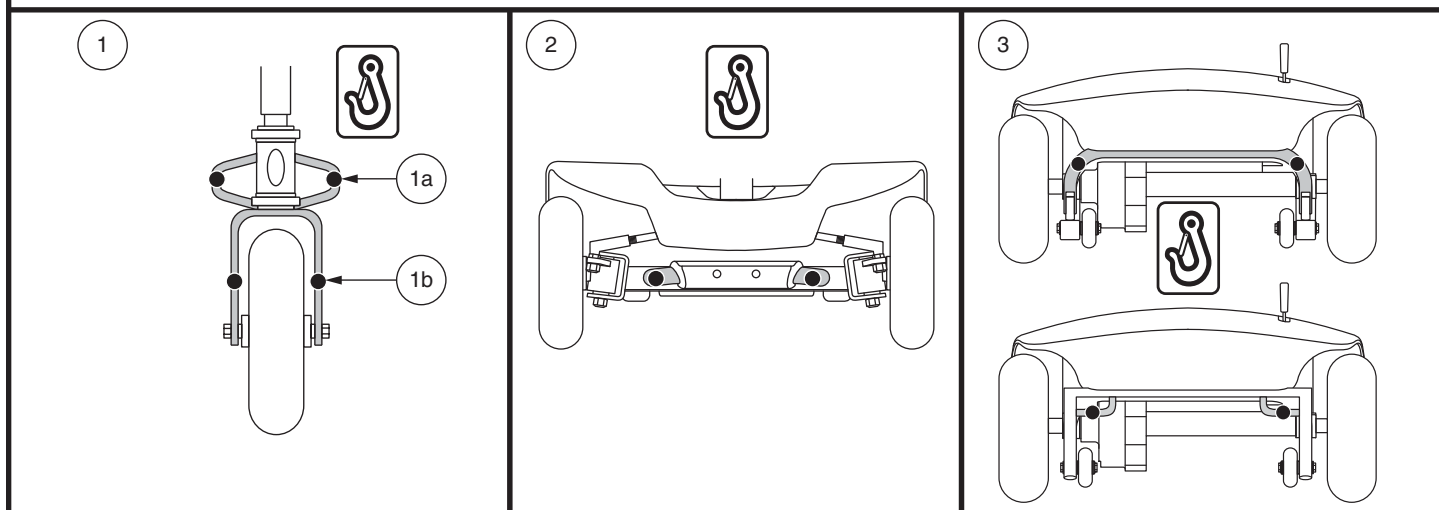

Figure 10. Points d'ancrage (Identifié avec des points noirs)
Le Travel Scooter doit toujours être ancrés face à l'avant du véhicule. Fixez les quatre (4) courroies aux points d'ancrage désignés sur le Travel Scooter. Voir la figure 10. Serrez-bien les courroies pour retirer le jeu excessif. N'attachez jamais le Travel Scooter par ses composants réglables ou mobiles tels que les accoudoirs, capots ou roues. Ces articles devraient être enlevés. Positionnez les points d'ancrage arrière des courroies directement derrière le Travel Scooter. Les points d'ancrage avant sont disposés plus loin de chaque coté du Travel Scooter afin d'augmenter la stabilité latérale.